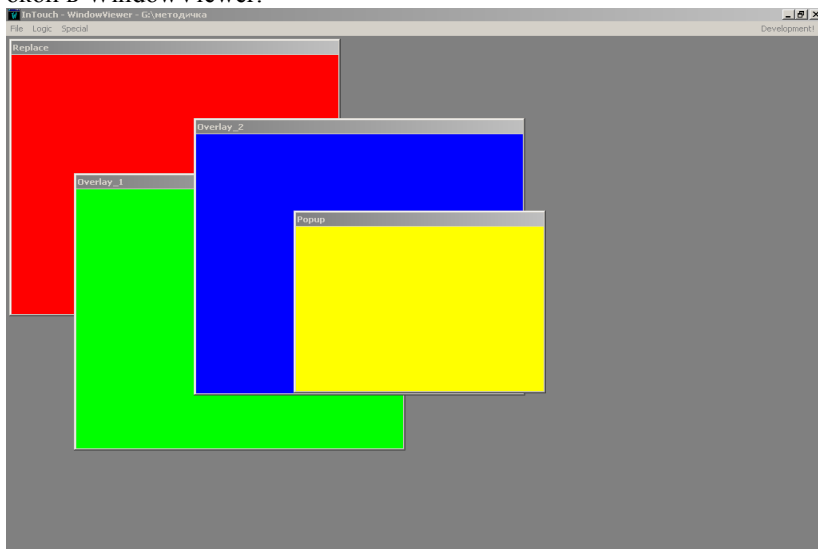

Рис. 16. Расположение заданных окон.
1. Создать четыре окна следующих типов: Replace, два Overlay и Popur. Расположив их так, как показано на рис. 16, чтобы они перекрывали остальные окна. Проверить влияние изменения различных